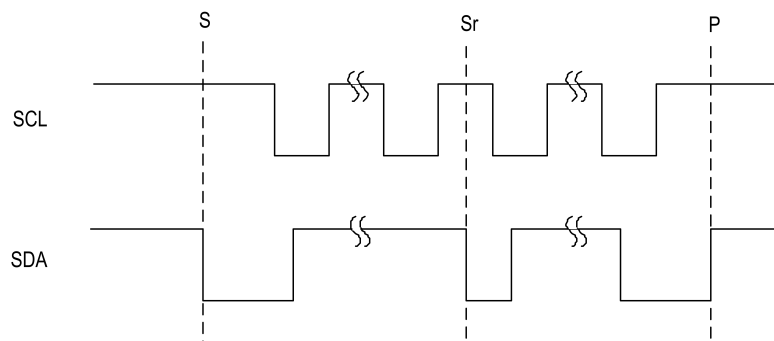

図 7. I²C の START、STOP、反復 START の条件
I²C を使用して MAX77348 に書き込む場合、マスタは START 条件 (S) に続けて MAX77348 の I²C 書き込みアドレスを送信します。このアドレスに続けて、マスタはプログラムするレジスタのレジスタ・アドレスを送信します。そして STOP 条件 (P) を発行してバスの制御を停止し通信を終了するか、反復 START 条件 (Sr) を発行して別の I²C スレーブとの通信を開始します。図 7 を参照してください。